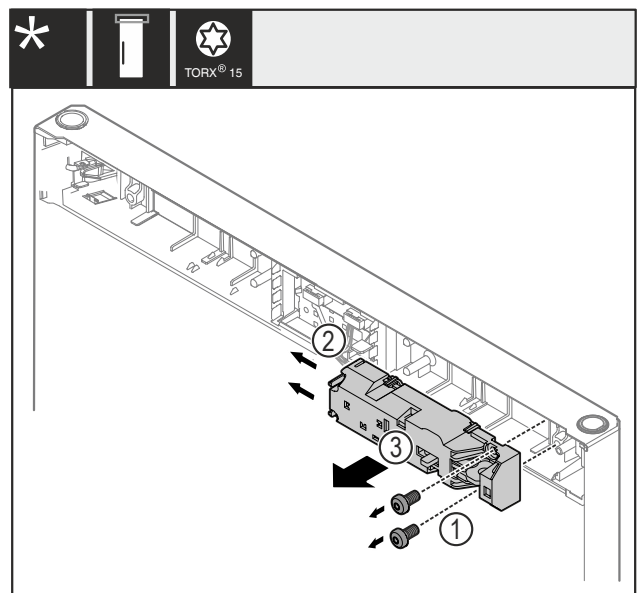

Fig. 20
- Poista ruuvit Fig. 20 (1).
- Paina lukitusnokka Fig. 20 (2) sivulle ja ota kaukolukko Fig. 20 (3) pois.